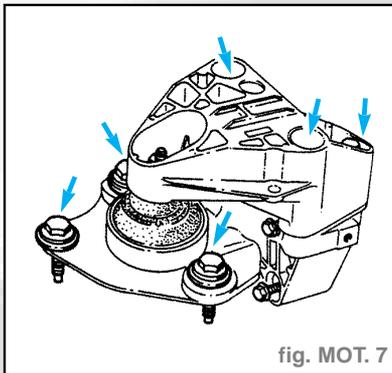

fig. MOT. 7
- le cache-coiffe ainsi que la coiffe de suspension pendulaire AV droite et le limiteur de débattement (fig. MOT. 7),